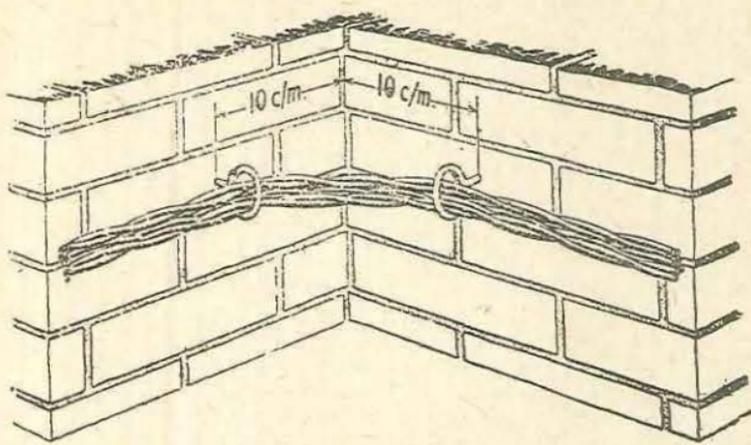

Fig. 7
- 13.— Cuando el tendido pase por un rincón se colocará una anilla de cable de acometida en cada pared, y a unos 10 centímetros del rincón (fig. 7).